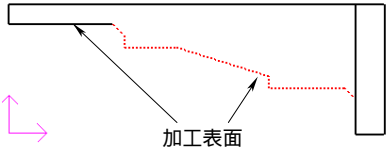

图 4-32 拾取被加工工件表面轮廓
- 当单击“粗车参数表”对话框中的“确定”按钮后，在状态栏中系统提示用户拾取被加工工件表面轮廓，单击立即菜单，在其下拉菜单中选取“限制链拾取”方式，拾取被加工工件表面轮廓，如图 4-32 所示。